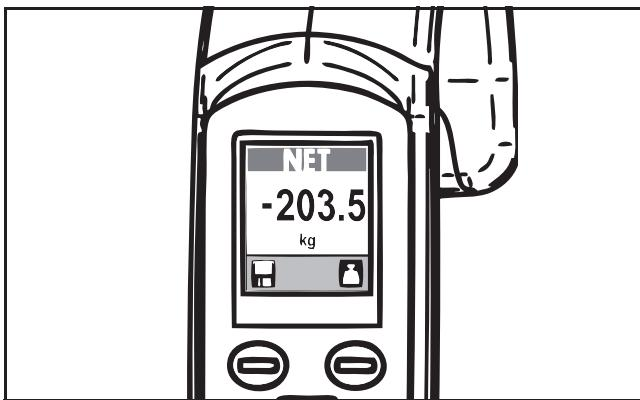

图 60
- 2) 如果启动时已经将吊兜安装到了吊架上，那么 MAXI MOVE 就已经自动回零并把吊兜的重量考虑在内（参见图 60）。